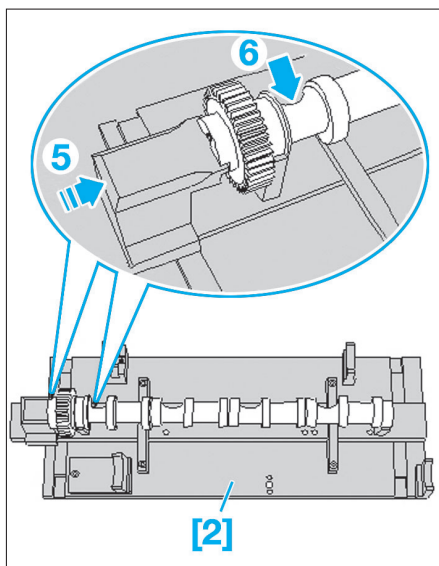

FIG. 133
- Tourner l'arbre à cames d'admission de sorte qu'il puisse être freiné en position de « PMH » avec la règle d'arrêt en (5) (Fig.133).